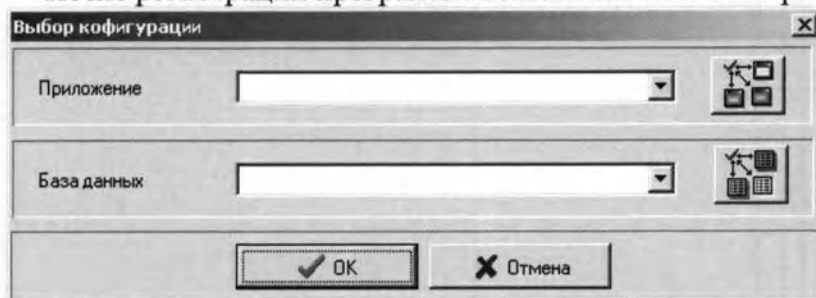

Рисунок 3. Окно выбора конфигурации.
После регистрации программы появляется окно выбора конфигурации (Рисунок 3)
7. Нажмите кнопку «Закончить». Окно «Список баз данных» закрывается и управление возвращается к окну выбора конфигурации (Рисунок 3). Выберите в списках приложений и баз данных любые элементы. Нажмите «ОК» или клавишу [Enter]. На экране появится главное окно интегральной оболочки.